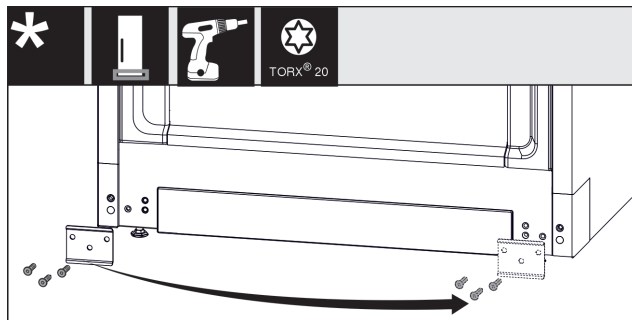

Fig. 15
- Odšroubujte plech Fig. 15 (1), přesuňte jej na druhou stranu a přišroubujte jej zpět.